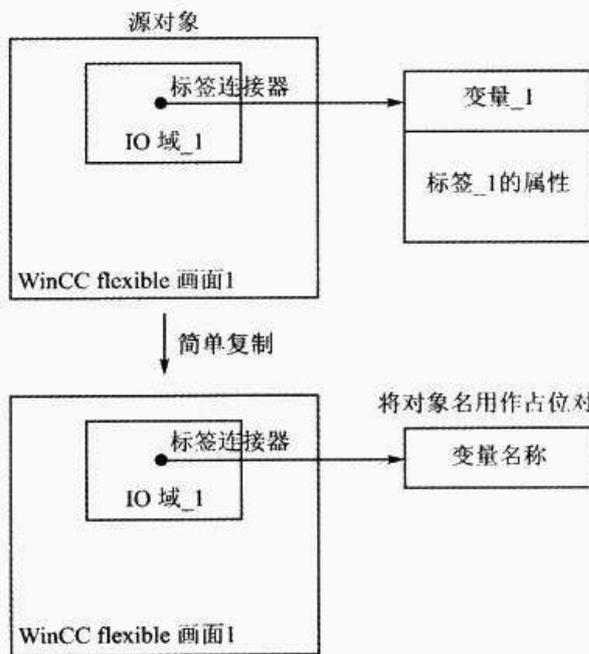

图 4-7 简单复制
① 简单复制：即完整复制那些带有父子关系的对象。如想要实现复制一个画面以及该画面所有包含的对象则可以使用“简单复制”。画面中引用的内容仅作为“开放引用”复制。对象的占位符也会被复制，但仅保存引用内容的名称。复制结果如图 4-7 所示。